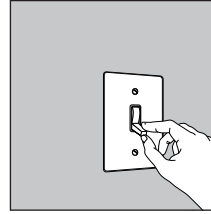

FIG. 1
- FIG. 1.** Place the wall switch to the "OFF" position.
- FIG. 1.** Mettez le commutateur mural hors tension.
- FIG. 1.** Coloque el interruptor de pared en la posición "OFF" (apagado).